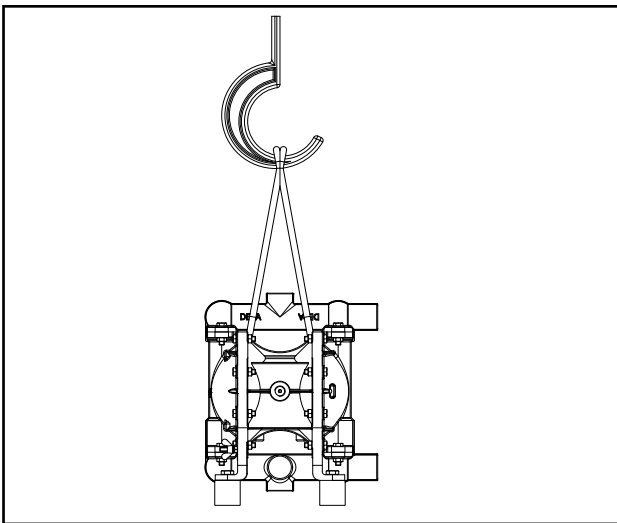

Abb. 1: Transport der Pumpe
**Gefahr! Um ein Verrutschen der Schlinge zu vermeiden, muss das Seil am Haken über Kreuz geführt werden (Abb. 1).**